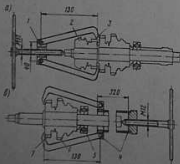

Рис. 74. Разборка вторичного вала автомобиля 2138 с помощью съёмника
6. Снять с вторичного вала ступицу с муфтой 2 синхронизатора и шестерню третьей передачи 3, используя для этого специальный съёмник 1, показанный на рис. 74, а.
9. Снять с помощью специального съёмника 4 (см. рис. 74, б) с вторичного вала последнюю группу деталей — шестерню 2-й передачи 7, шестерню 1-й передачи 6, втулку и шариковый подшипник 5.